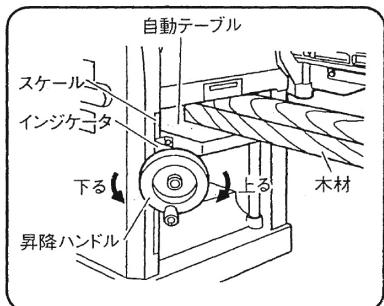

図 9
(1) インジケータが示すスケールの目盛の寸法が仕上がり寸法となります。
(2) フットスイッチ (P100LA2) (図 1 - ホ参照) または、昇降ハンドルをまわし (P100LA2 の場合押しながらまわす)、希望の仕上がり寸法になるよう自動テーブルを昇降させてください。 (図 9)
(4) 切込み量が表 2 に示す数値以上になっているときは、昇降ハンドル（図 9 参照）をまわし少なくしてください。